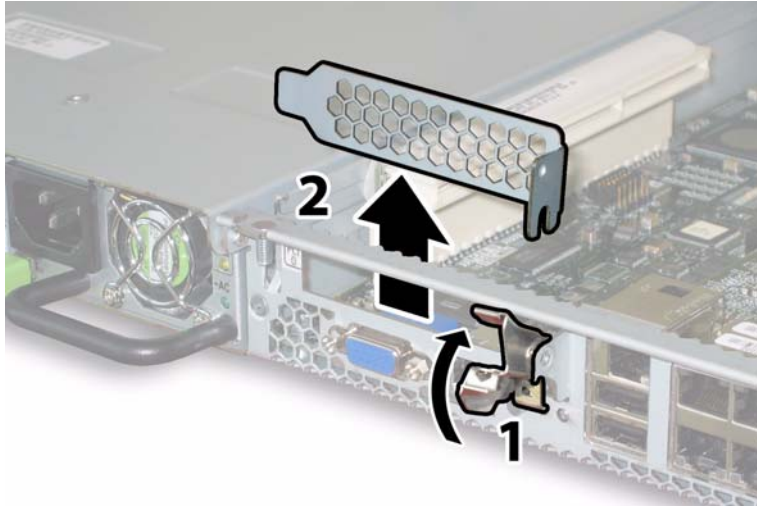

图 3-54 释放 PCI 卡固定锁销
- b. 在机箱的背面执行操作，向上旋转插槽的 PCI 卡锁销。请参见图 3-54。
- a. 在机箱的背面执行操作，向上旋转插槽的 PCI 卡锁销。请参见图 3-54。